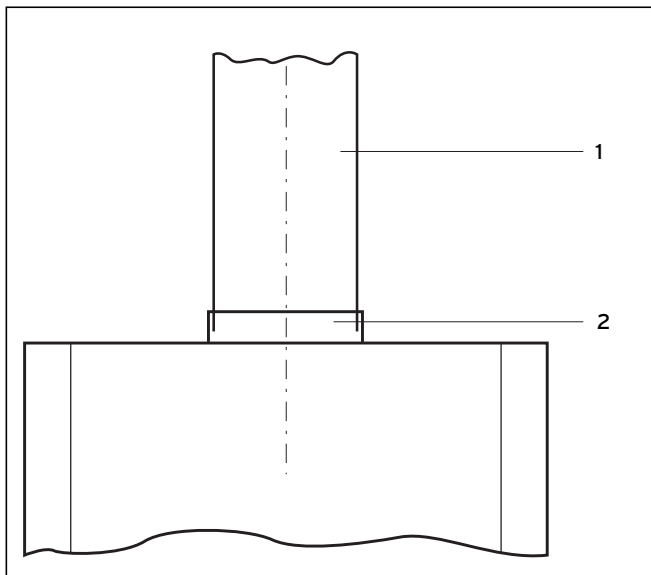

Fig. 5.1 Raccordement du conduit d'évacuation des produits de combustion
- Insérez le conduit d'évacuation des produits de combustion (1) dans son raccord (2) au niveau de la coupe tirage, voir fig. 5.1 Raccordement du conduit d'évacuation des produits de combustion.